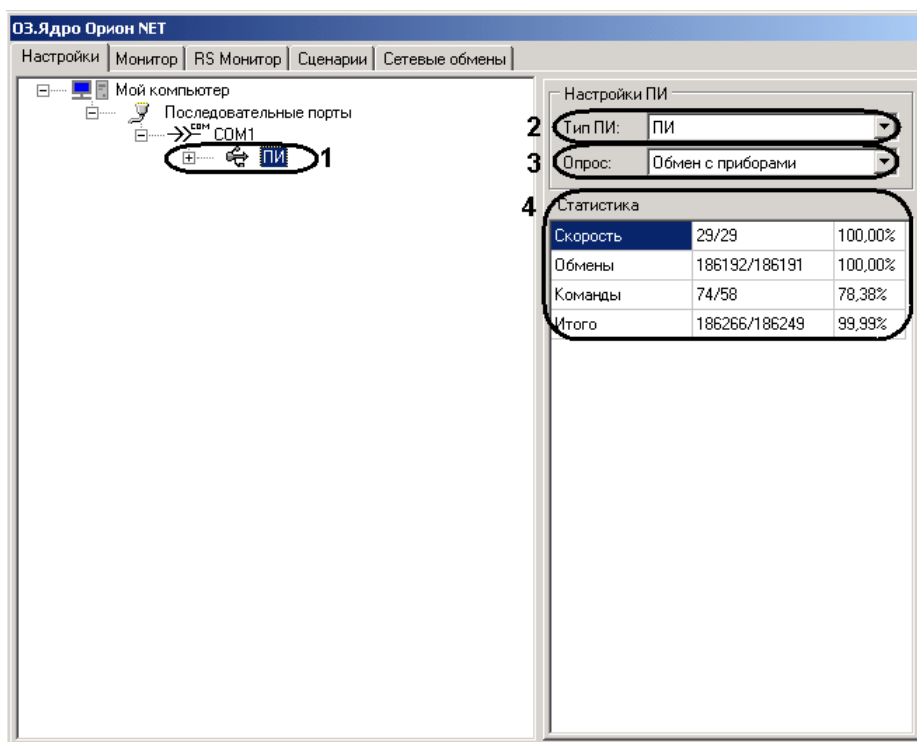

Рис. 4.2—3 Настройка ПИ
4. Состояние преобразователя интерфейсов (**ПИ**): (Рис. 4.2—3, **1**).
- 3.1 Для просмотра состояния преобразователя интерфейсов необходимо выделить в дереве объектов объект **ПИ** нажатием левой кнопки мыши (см. Рис. 4.2—3, **1**).